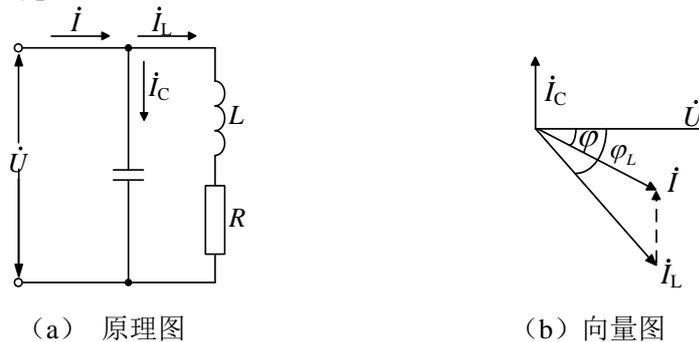

图 2.4 提高感性负载功率因素的方法
由于日光灯电路中含有镇流器，它是一个电感量较大的线圈，因而整个电路成为感性负载，功率因数不高，提高感性负载功率因数的通常方法就是在其两端并联补偿电容器如图 2.4(a)所示，电容器将产生一个超前电压 90° 的容性电流来补偿负载中的感性电流，使得补偿后的总电流 I 小于补偿前的电流 I_L ，相位角 $\varphi < \varphi_L$ ，故 $\cos\varphi > \cos\varphi_L$ ，详见图 2.4(b)。
2. 仔细理解原理图 2.4(b)并参照该图，结合表 2.3 中数据，在坐标纸上分别画出 $C=0\mu\text{F}$ 、 $C=3.2\mu\text{F}$ 、 $C=4.7\mu\text{F}$ 和 $C=5.7\mu\text{F}$ 时相应的 U 、 I 、 I_C 和 I_R 关系相量图，注意每组图上都需标清角 φ 的位置和值。